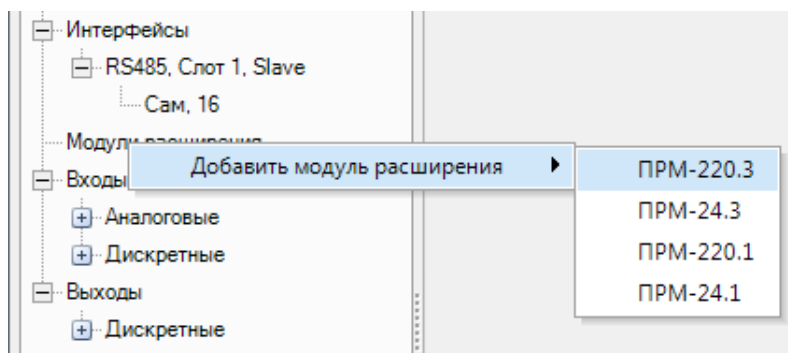

Рисунок 7.1 – Подключение модуля в OwenLogic
2. Выбрать пункт меню **Прибор/Настройка прибора**. Далее нажатием правой кнопки мыши по пункту меню «Модули расширения» вызвать меню. Выбрать модуль из списка (см. рисунок 7.1).